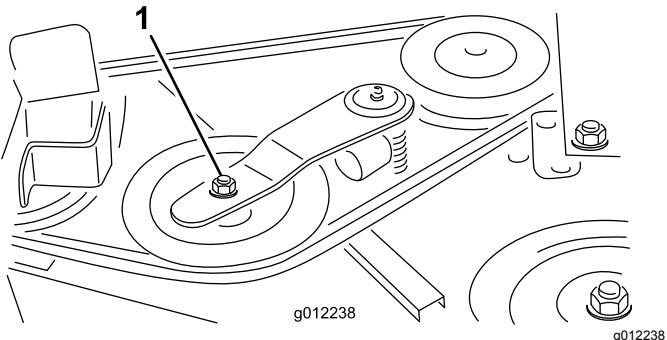

Figura 33
2. Utilizando uma chave de aperto ou ferramenta semelhante, afaste a polia intermédia (Figura 33) da correia da transmissão para libertar a tensão da correia e permitir que esta saia das polias da caixa de velocidades (Figura 34).